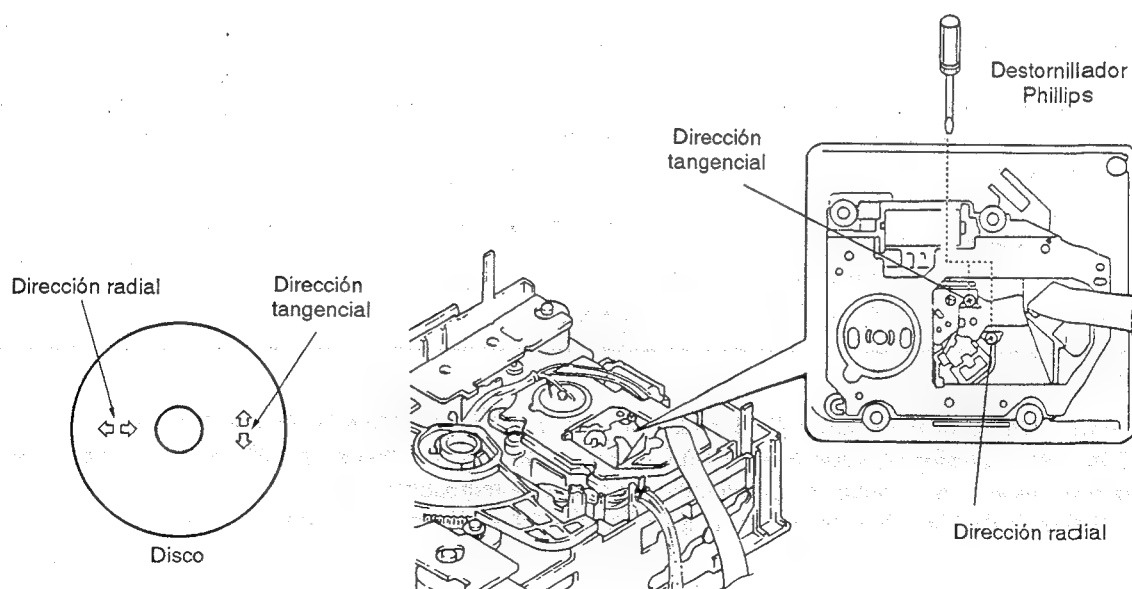

Figura 4
**Nota:** Radial y tangencial significan las direcciones en relación con el disco mostrado en la figura 4.